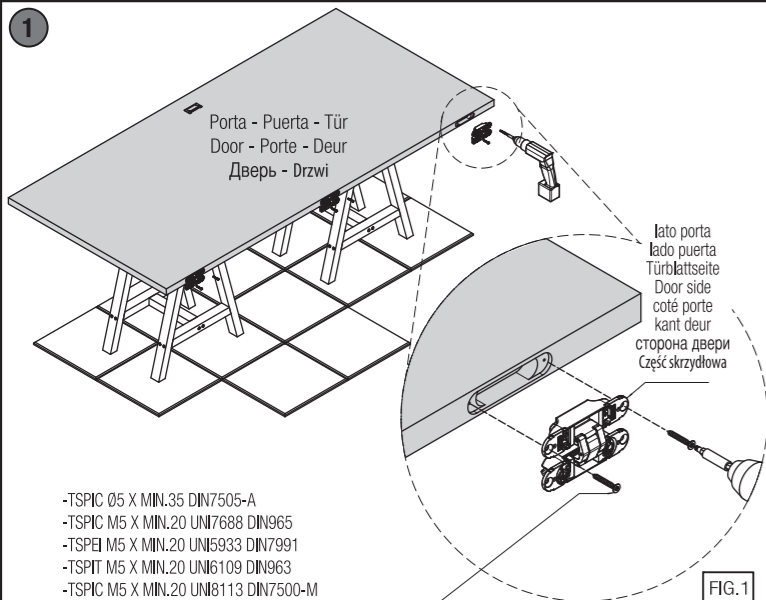

FIG.1
- 1 Alloggiare le cerniere nelle rispettive fresate sulla porta (fig.1) e fissarle con le apposite viti.
- 2 Alojar las bisagras en los mecanizados de la puerta (fig.1) y fijarlas con los tornillos suministrados.
- 3 Die Scharniere in die jeweiligen Fräsungen der Tür einsetzen (fig.1) und sie mit den vorgesehenen Schrauben festziehen.
- 4 Set the hinges in the relative door leaf millings (fig.1) and fix them with the relative screws.
- 5 Insérer les charnières dans les fraisages de la porte (fig.1) et les fixer avec les vis prévues.
- 6 Plaats de scharnieren in de freesgaten van de deur (fig.1). Monteer het scharnier met passende schroeven.
- 7 Поместить петли в соответствующие пазы в двери (рис.1) и зафиксировать предназначенными шурупами.
- 8 Umieścić zawiasy w odpowiednich gniazdach skrzydłowych (rys.1) i przykręcić je odpowiednimi wkrętami.